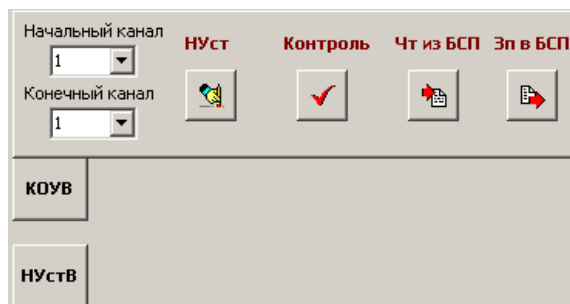

Рисунок 4.33
4.6.7.1 Выбрать начальный и конечный каналы для записи (рисунок 4.33).
4.6.8.1 Выбрать начальный и конечный каналы для чтения (рисунок 4.33).